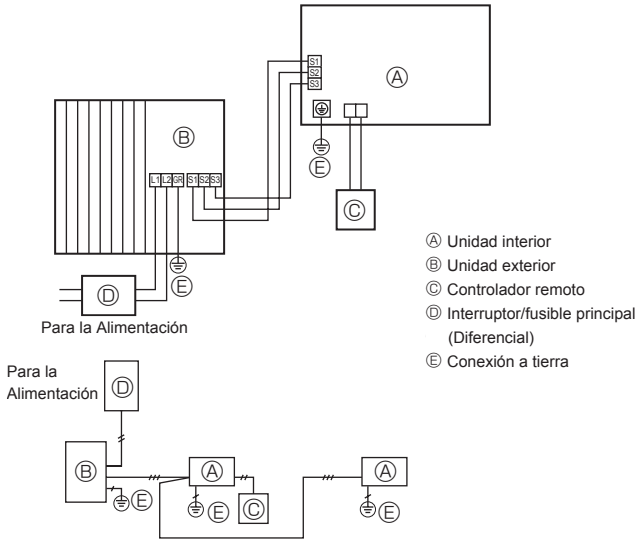
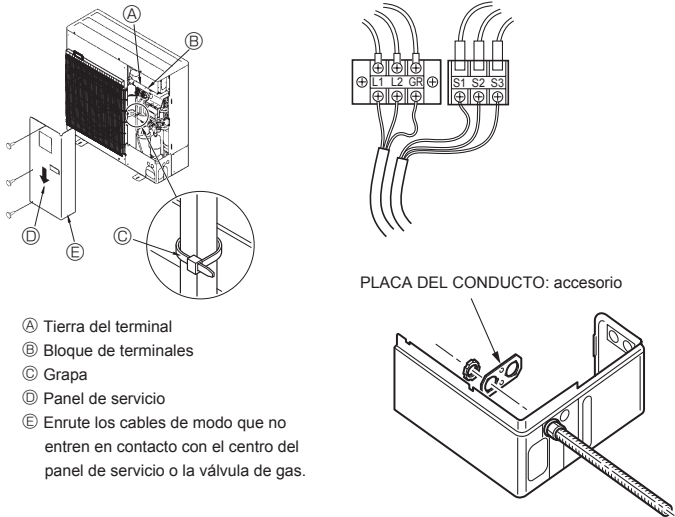

Fig. 6-1
Fig. 6-2
6.1. Unidad exterior (Fig. 6-1, Fig. 6-2)
- ① Extraiga el panel de servicio.
- ② Tienda los cables de acuerdo con la Fig. 6-1 y Fig. 6-2.